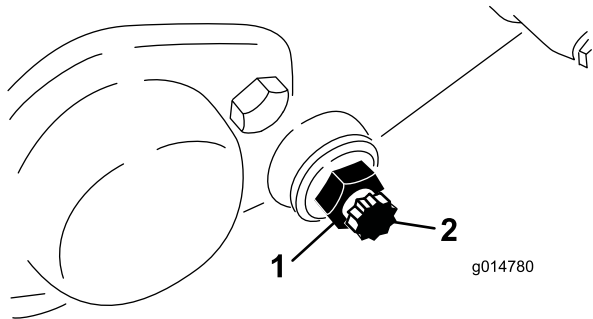

图56
- 在机器的另一侧，松开固定底刀架螺栓（图56）的锁紧螺母。
- 拆下两个底刀架螺栓，向下拉动底刀架并从机器上拆下来。保存底刀架（图56）各端的 2 个尼龙和 2 个冲压钢垫圈。